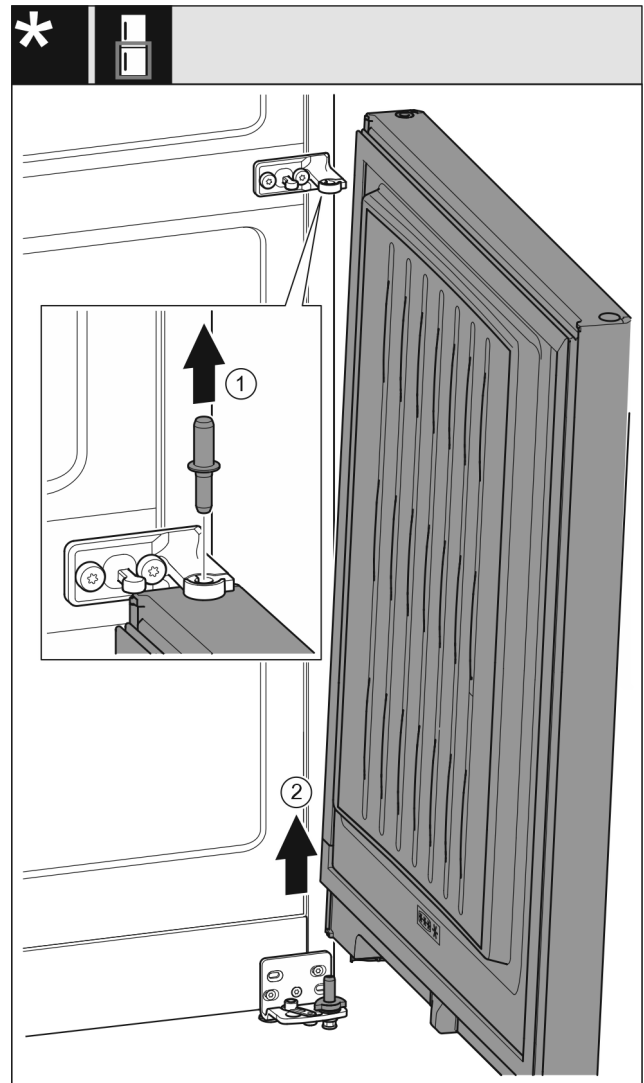

Fig. 11 Ohne Schließdämpfer
- Bolzen Fig. 11 (1) nach oben herausziehen.
- Tür Fig. 11 (2) Herausschwenken, nach oben ziehen und beiseitestellen.